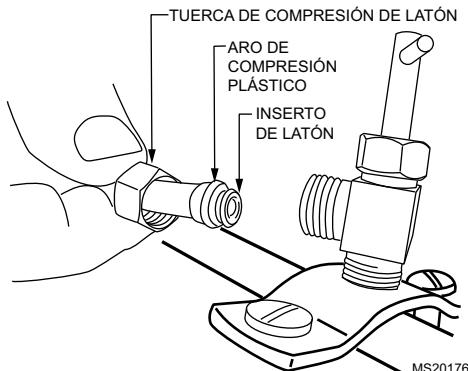

Fig. 7. Instalación de la tubería de alimentación.
3. Utilice tubería de 1/4 in (6 mm) de diámetro externo y conecte la válvula de montura al lado de la toma de la válvula del solenoide del humidificador (consulte la Fig. 7).